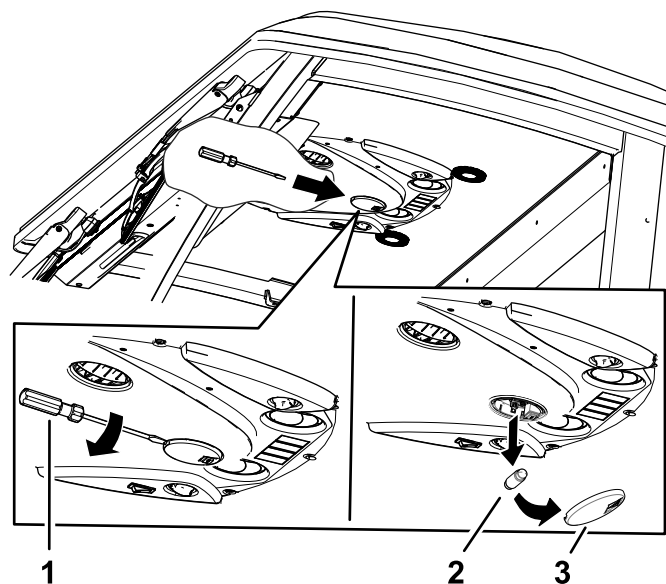

Figura 86
2. Rimuovete la lampadina dalla base della luce (Figura 86).
1. Rimuovete il vetro della luce dal quadro di comando con un cacciavite (Figura 86).